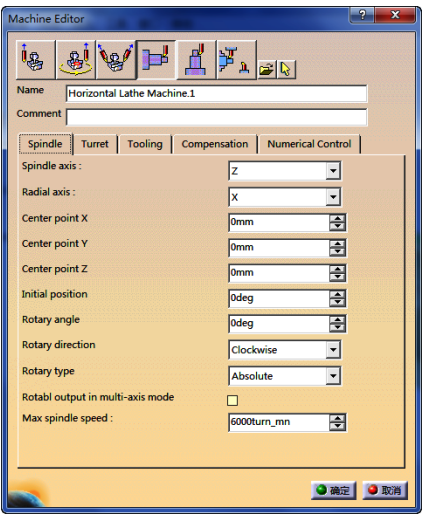

图 6-4 “Machine Editor”对话框（1）
2) 机床设置。单击“Part Operation”对话框中的 machine 按钮 ，弹出“Machine Editor”对话框（1），选择“Horizontal Lathe Machine.1”，如图 6-4 所示。